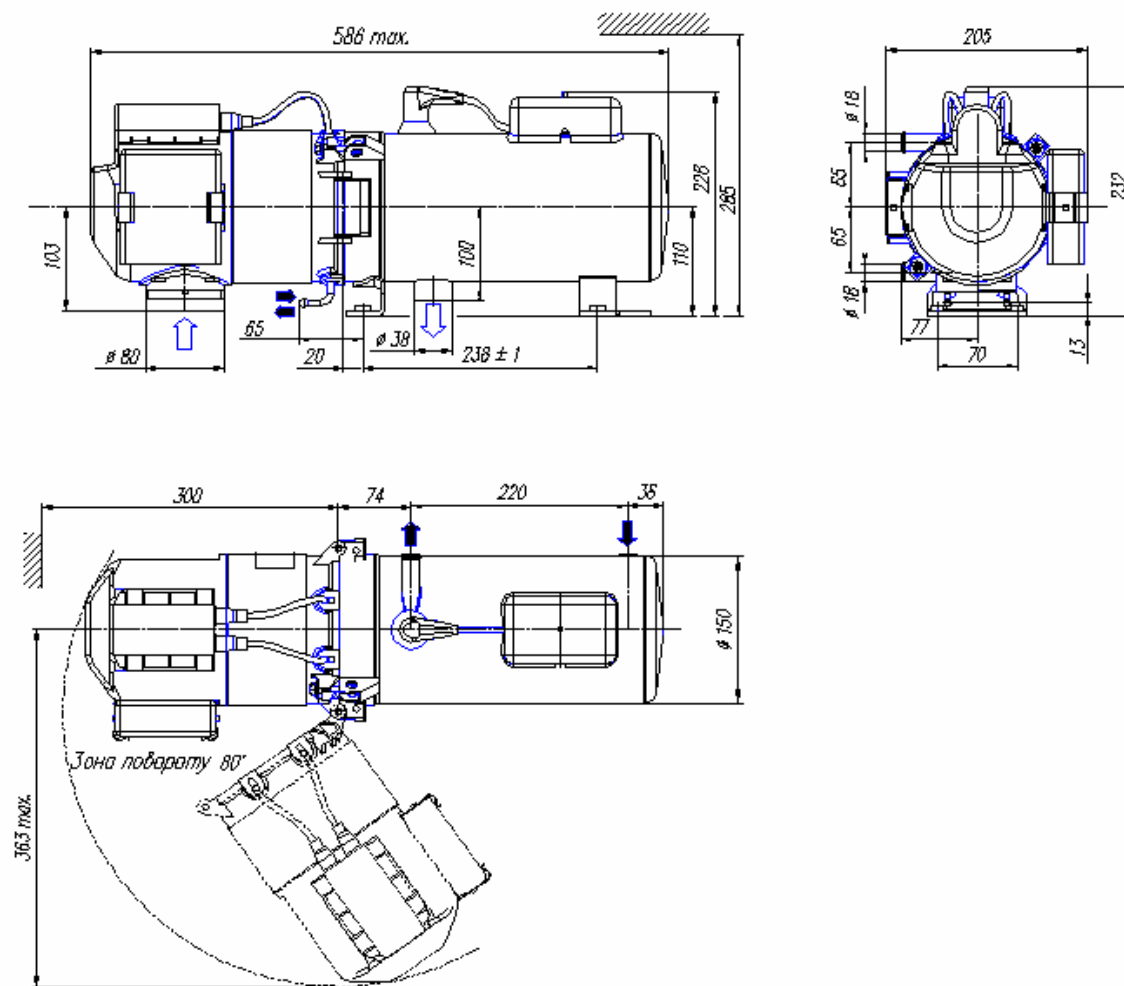

Рис. 1 Розміри підігрівачів типів DBW160.01, .02, .03, .04, .011
При встановленні підігрівача необхідно передбачити простір, необхідний для технічного обслуговування (наприклад, виймання камери згоряння) (див. рис.1, 418, 20).
6.1 Підігрівач повинен бути підключений до системи охолодження ДТЗ згідно рис.1,4...18, 20. Мінімальна кількість робочої рідини, яка повинна бути у системі циркуляції - 10 літрів.